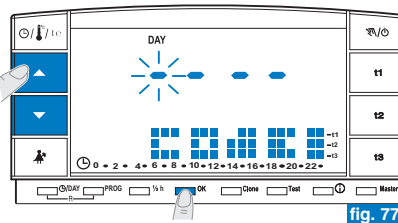
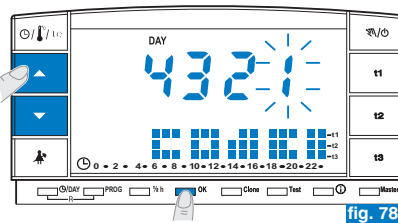

fig. 77
fig. 78
- L'écran affichera l'inscription **CoDe II** et le premier tiret à gauche clignotera (fig. 77) ; insérer le **nouveau mot de passe** en utilisant les touches ▲▼ puis confirmer chaque valeur en appuyant sur la touche **OK** (exemple sur la fig. 78).
- Lorsque l'écran affiche l'inscription **CoDe II**, insérer comme mot de passe 4 tirets (- - -) et confirmer chaque "tiret" en appuyant sur la touche **OK** (fig. 77).